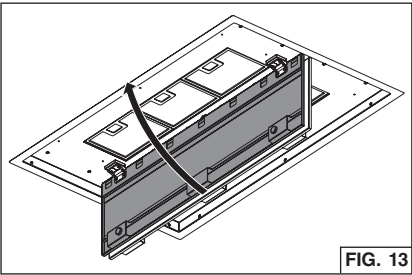

FIG. 13
3. Para quitar los filtros para limpiarlos, presione hacia adentro la lengüeta del cierre para desprender el filtro de la campana. Incline el filtro hacia abajo y quítelo. Fig. 13.